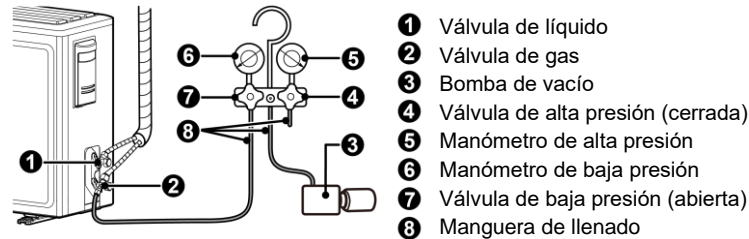

Figura 5-1 Conexión de la bomba de vacío
- (1) Conecte la manguera de llenado a la boca para cargar refrigerante. (La válvula de gas y la válvula de líquido deben estar cerradas.)
- (2) Conecte la manguera de llenado a la bomba de vacío como se muestra en la figura 5-1.
- (3) Abra completamente la válvula de baja presión en el puente de manómetros.
- (4) Encienda la bomba de vacío. Después de, al menos, 20 minutos de vacío, cierre la válvula de baja presión y apague la bomba de vacío cuando el manómetro muestra -1,0 bar. Espere 2 minutos. Si el valor de la presión no aumenta, significa que el vacío y el mantenimiento de la presión se realizaron con éxito. Si el valor aumenta, significa que está entrando aire en el sistema. Compruebe si hay fugas en el sistema y repita el vacío.
- (5) Desconecte la manguera de llenado de la válvula de gas.
- (6) Abra completamente los vástagos de las válvulas de gas y de líquido.
- (7) Atornille la tuerca en la boquilla de carga de refrigerante y apriete las tapas de las válvulas de líquido y de gas.
- (8) Apriete la tapa de la válvula y use agua jabonosa o un detector de fugas para verificar si hay fugas de refrigerante en el punto de conexión entre la unidad exterior y el depósito de agua.